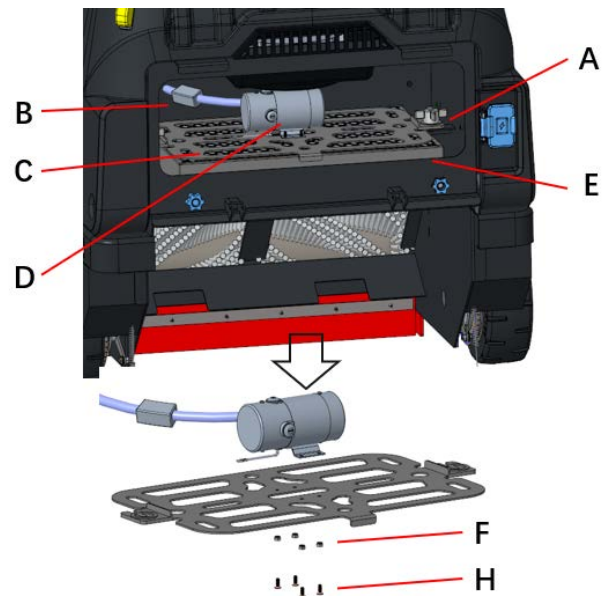

Figura 63
7. Desenrosque las perillas (A, Figura 63).
8. Desconecte el conector del motor del sacudidor del filtro (C, Figura 63) (B, Figura 63).
9. Quite el marco de fijación del filtro de polvo (D, Figura 63).
10. Quite el filtro de polvo (E, Figura 63).
11. Desenrosque el tornillo (F, Figura 63) y la tuerca (H, Figura 63)